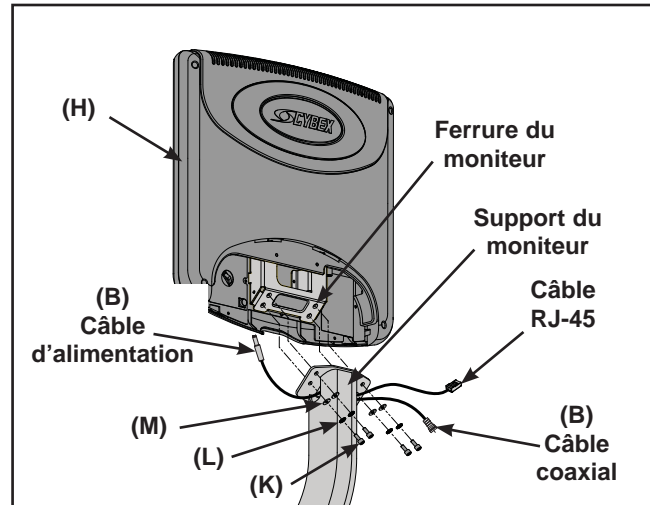

Figure 23
- C. Insérez le câble d'alimentation de (B) dans l'orifice situé sur le côté gauche du support du moniteur. Reportez-vous à la figure 23.
- D. Insérez le câble RJ-45 et l'extrémité du câble coaxial (B) dans l'orifice situé sur le côté droit du support du moniteur. Reportez-vous à la figure 23.
- E. À l'aide d'une clé Allen de 3 mm, fixez la ferrure du moniteur au support du moniteur à l'aide des quatre vis de montage (K), des quatre rondelles de blocage (L) et des quatre rondelles plates (M). Reportez-vous à la figure 23.